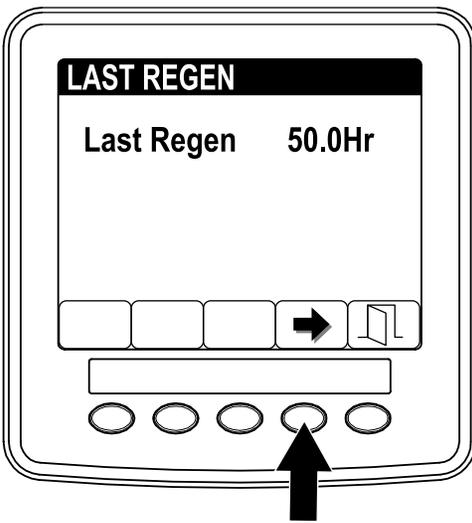

Figure 37
- Dans le champ LAST REGEN (Figure 37), entrez le nombre d'heures de fonctionnement du moteur depuis la dernière régénération commandée, en stationnement ou d'urgence.